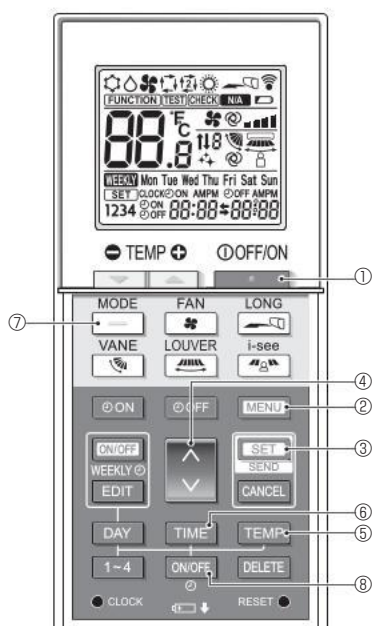

Fig. 7-9
Se mostrará la pantalla de configuración de funciones y parpadeará el n.º de función (A). (Fig. 7-9)